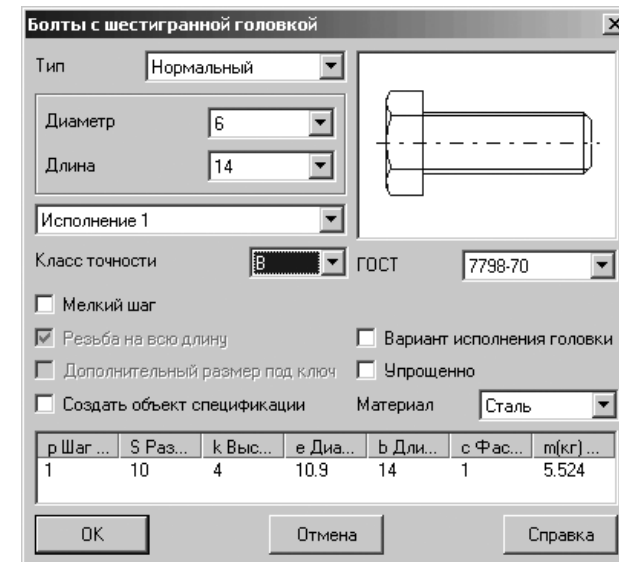

Рис. 6.66. Диалоговое окно **Болты с шестигранной головкой**
- дважды щелкните по разделу **Болты с шестигранной головкой**. Появится диалоговое окно **Болты с шестигранной головкой**, показанное на рис. 6.66.